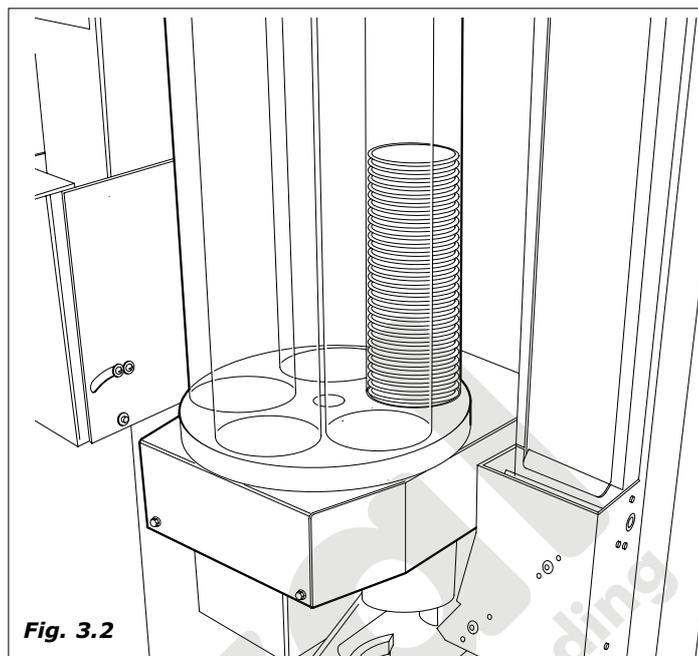

Fig. 3.2
- El motor situado en el interior del dispensador de vasos se pone en funcionamiento para separar el vaso de la columna y hacerlo caer sobre el soporte (Fig.3.2).